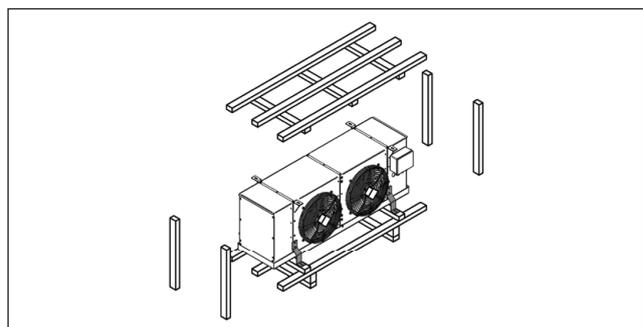

Abb. 8.3
2. Entfernen Sie die Befestigungselemente des Holzrahmens. Daraufhin entfernen Sie den Holzrahmen bzw. die Holzkiste (Abb.8.3).